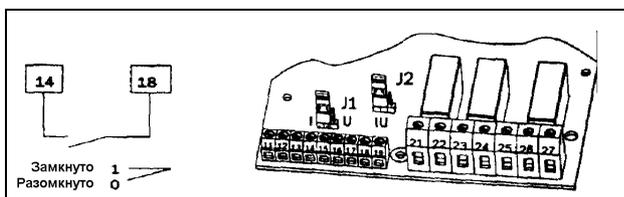

Рис. 40. Подключение внешнего сигнала малой скорости
2. Подключите внешние кабели к клеммам 18 (+) и 14 (вход). См. рис. 40.